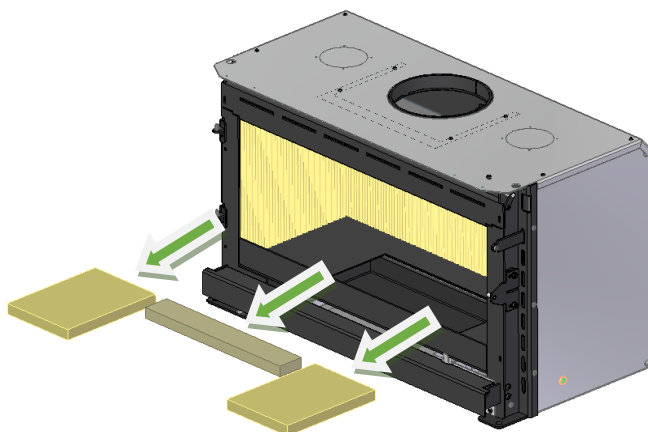

Figura 38 – Retirada del fondo de vermiculita
2. Retire los 3 trozos de vermiculita del fondo moviéndose hacia arriba y sacándolos del equipo, Figura 38.